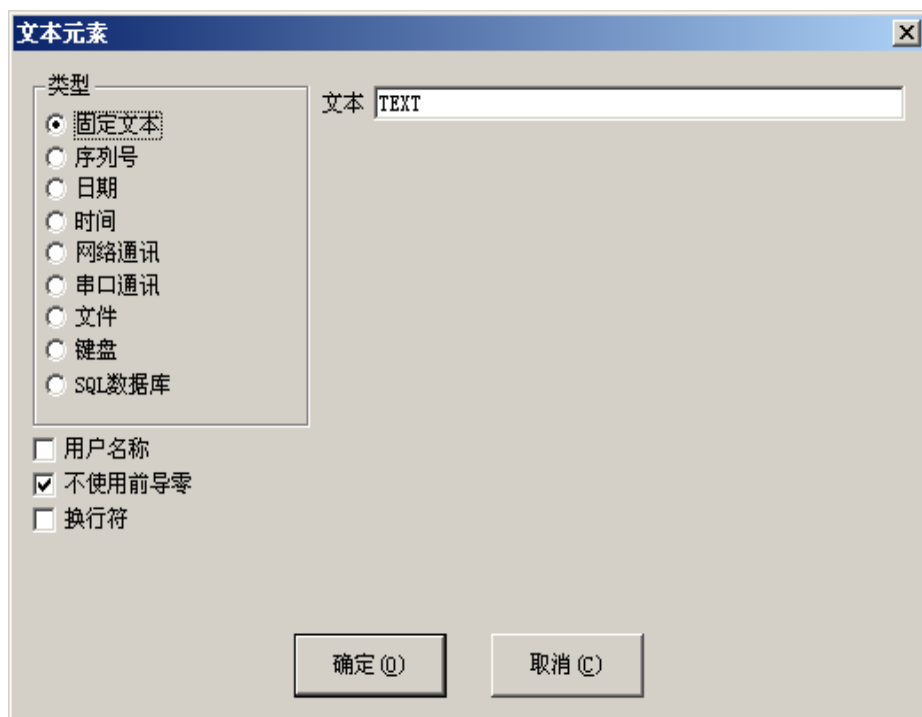

图 4-41 文本元素对话框
用户点击增加文本元素后系统会弹出如图 4-41 所示对话框。
2. 选择生成的文本对象，选择使能变量文本，然后点击增加按钮，系统会弹出图 4-41 对话框，选择网络通讯一项，设置网口参数，IP 地址参数填入服务器计算机的 IP，这里为 192.168.0.1；端口参数设置为用于通讯的端口号，这里为 1000，注意网口参数必须和服务器计算机上设置的网口参数一样，否则会导致无法通讯。